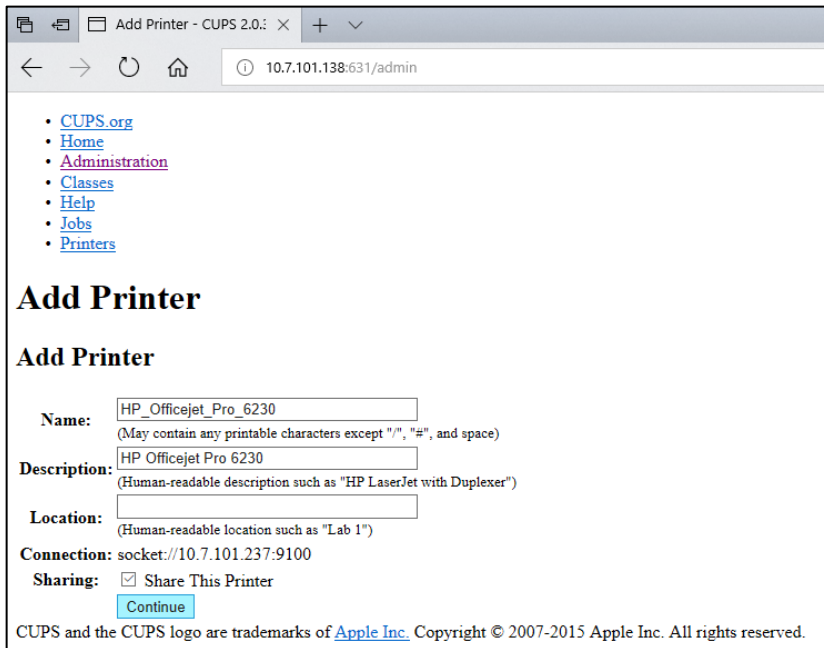

Bild 102. Skärmen Add printer (Lägg till skrivare).
5. Välj Share this printer (Dela den här skrivaren) och sedan Continue (Fortsätt) (bild 102).